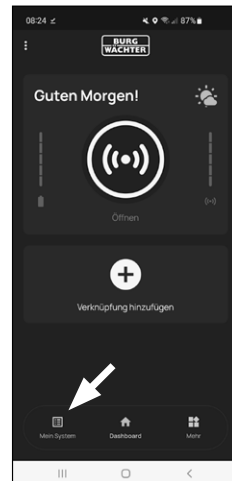

Fig. 4
- 7 Aparecerá la pantalla principal de la aplicación BURGsmart. Abra el menú «Mi sistema» en la parte inferior izquierda (Fig. 4).